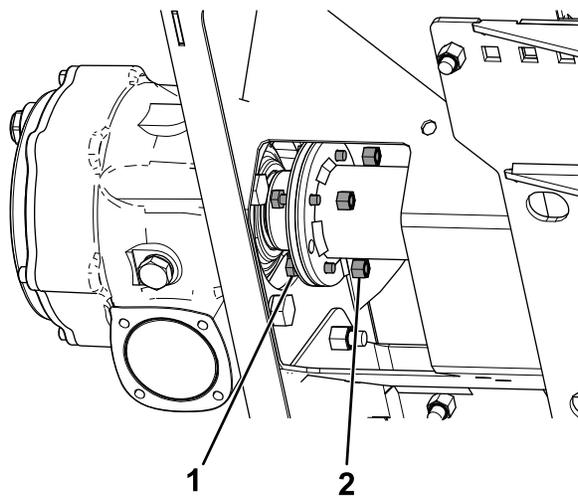

Figure 8
6. Reliez l'accouplement à la vis à l'aide de 4 boulons ($\frac{1}{4}$ po) et contre-écrous en nylon ($\frac{1}{4}$ po), comme montré à la Figure 8.